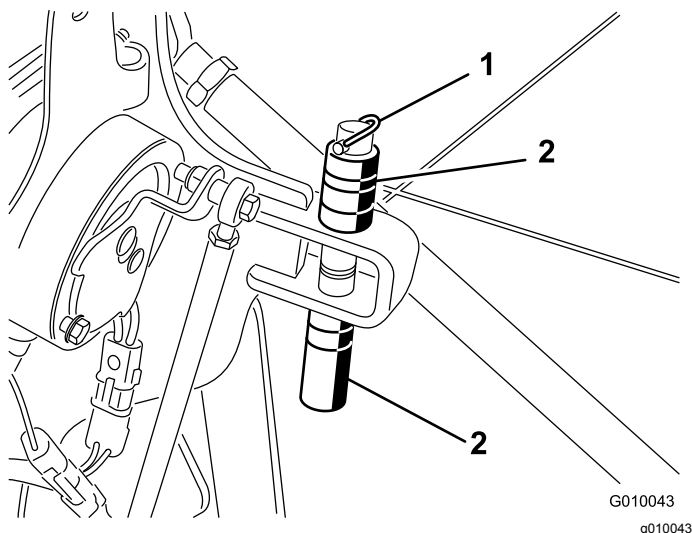

Figura 29
2. Togliete l'acciarino di fissaggio dei distanziali e le spine di profondità (Figura 29).